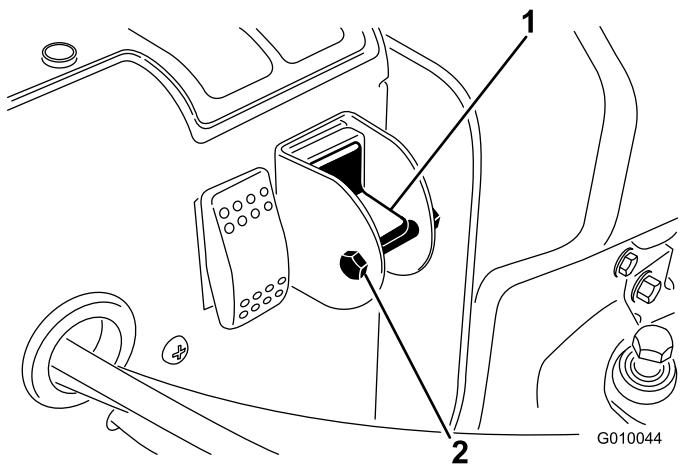

図 29
3. セレクタ・スイッチのロック用ボルトとナットを外す(図29)。